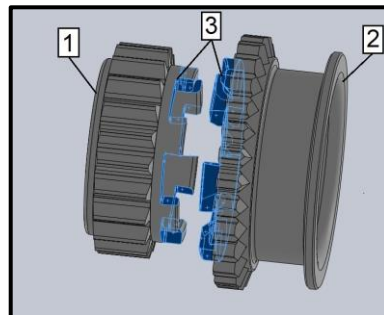

Рис. 2
5. Однократно плавно нажмите на рычаг управления дроссельной заслонкой, чтобы шестерня со звездой совместились элементами зацепления (поз. 3, рис. 2).